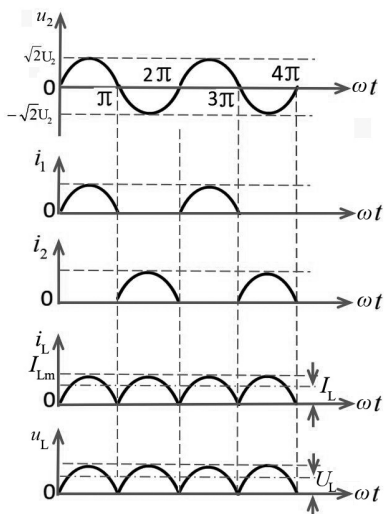
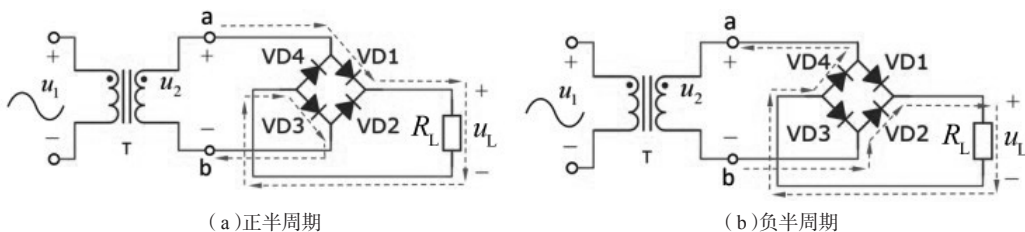

图 1-12 单相桥式整流电路波形图
图 1-13 整流电路电流流向图
利用二极管的单向导电特性, 在交流输入电压 u_1 的正半周内, 二极管 VD1、VD3 导通, VD2、VD4 截止, 在负载 R_L 上得到上正下负的输出电压, 其电流流向如图 1-13(a) 所示。
在 u_1 负半周内正好相反, VD1、VD3 截止, VD2、VD4 导通, 流过负载 R_L 的电流方向与正半周一致, 如图 1-13(b) 所示。在交流电源的正、负周期内, 整流电路的负载上都有方向不变的脉动直流电压, 其波形图如图 1-12 所示。
由以上的讨论可知,桥式全波整流电路负载 R_L 上得到的都是全波脉动直流电,波形如图 1-12 所示,全波整流电路的输出电压比半波整流电路的输出电压增加一倍,所以负载上的平均电流为
(2)方法一:用示波器观察输入与输出电压的波形变化情况,是否符合图 1-12 的变化规律。方法二:用万用表的交流电压挡测量值 u_2 的有效值 U_2 ,用万用表的直流电压挡测量 u_L 的平均值 U_L ,观察交流有效值和平均值是否接近。